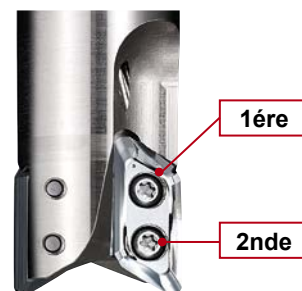

Fig.1
- 3) Serrer la vis de serrage dans l'ordre illustré à la figure 1.